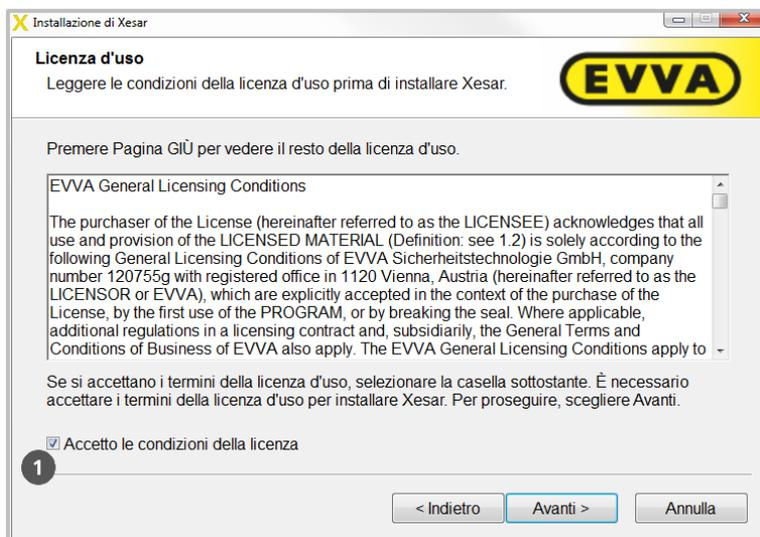

Figura 33: Installazione di Xesar - Accettazione delle condizioni della licenza
Per installare il software è necessario accettare le condizioni della licenza ❶ (Figura 33: Installazione di Xesar - Accettazione delle condizioni della licenza). Fare quindi clic su **Avanti**.